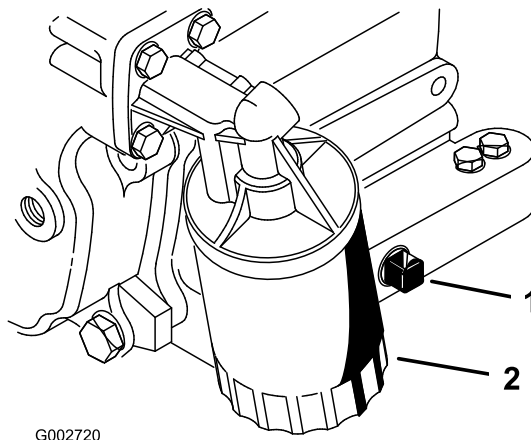

Figura 25
2. Retire el tapón de vaciado (Figura 25) y deje fluir el aceite a un recipiente apropiado. Cuando el aceite deje de fluir, coloque el tapón de vaciado.
3. Retire el filtro de aceite (Figura 25).